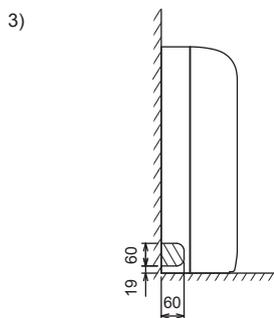

Fig. 3-9
3) Pour la tuyauterie cote gauche (Fig. 3-9)